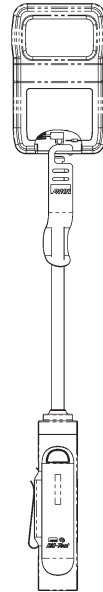

Abb. 35:
- Die Messung des Raumsensors erfolgt durch Halten des Blü-Test-Gerätes direkt unter dem Sensorgehäuse für 3 Minuten oder bis sich der Messwert stabilisiert. Körperwärme oder Atmung auf den Sensor ist eine Hauptquelle für fehlerhafte Messwerte, daher ist das Halten des Blü-Test-Gerätes am Knopfende und der Abstand zum Sensor die beste Methode, um eine gute Messung zu gewährleisten. Die Klemmenaufhängung (BA/PCH-1) für die Messgeräte erleichtert dies, indem es das Gerät für Sie hält (Abb. 35).